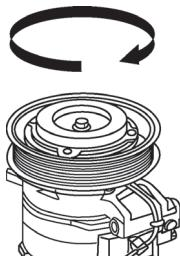

图 5-152 检查带轮轴承的间隙和阻力
2) 如图 5-152 所示，用手转动传动带轮，检查带轮轴承的间隙和阻力。如果出现噪声或间隙过大 / 阻力过大，则更换离合器。